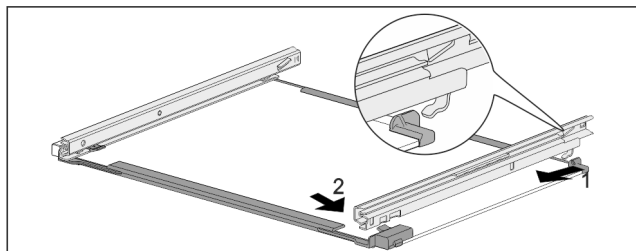

Fig. 281 Стеклаянная пластина с направляющими
- ▶ Зацепите направляющую сзади. Fig. 281 (1)
- ▶ Защелкните направляющую спереди. Fig. 281 (2)